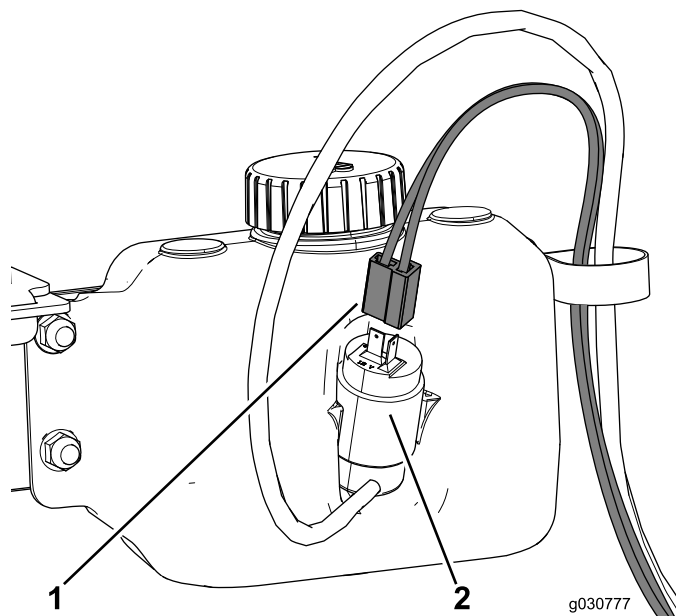

Figura 50
4. Disponete il cablaggio preassemblato per il serbatoio lavacrystallo attraverso il serratubi a R e collegatelo al serbatoio lavacrystallo (Figura 50).